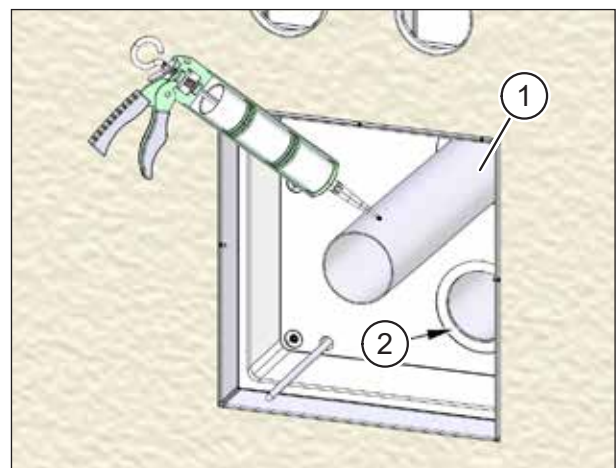

Abb. 69: Lüftungsrohre einsetzen und fixieren
- ▶ Tragen Sie dauerelastischen Dichtstoff auf die äußere Hülle der Lüftungsrohre (Pos. 1 in Abb. 69) auf.
- ▶ Schieben Sie beide Lüftungsrohre mit Drehbewegungen soweit in die Öffnungen des Montagesets ein, dass sie bündig mit der Innenseite des Montagesets abschließen (Pos. 2 in Abb. 69).